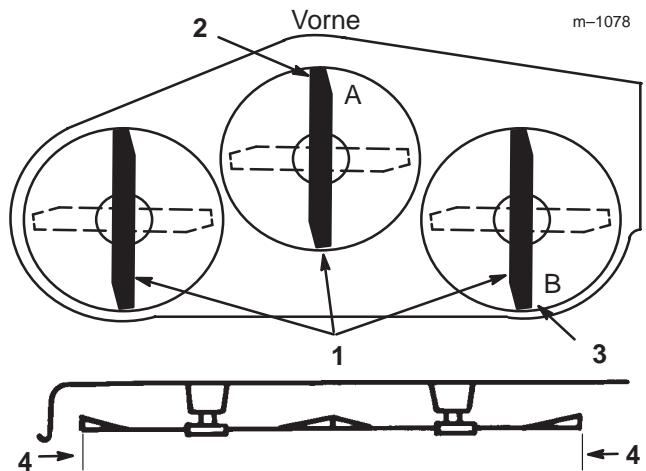

Bild 11
4. Drehen Sie die Messer vorsichtig, so dass sie nach vorne und hinten gerichtet sind (Bild 11).
5. Messen Sie an den Stellen **A** und **B** von einer ebenen Oberfläche bis zur Schnittkante der Messer (Bild 11). Die Messerspitzen dürfen vorne mindstens 9,5 mm tiefer sein als hinten. Regulieren Sie bei Bedarf die vordere einstellbare Verbindung.